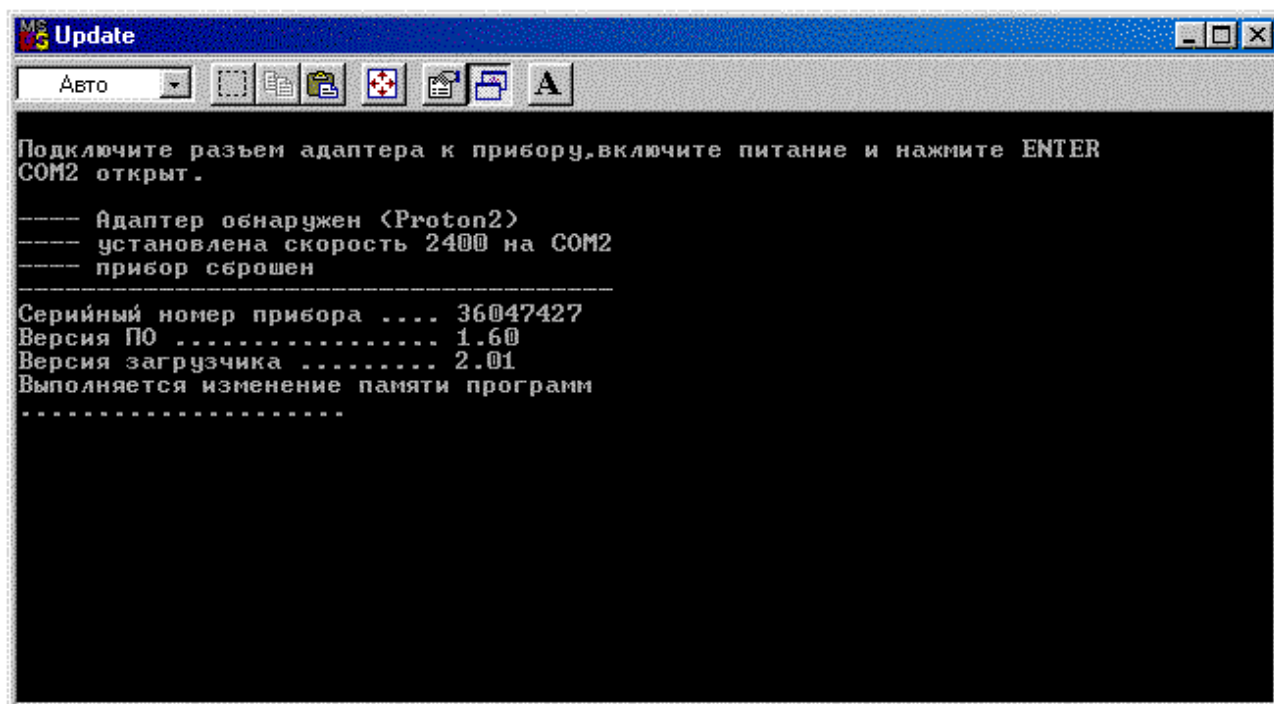

Рис. 4.38. Консольное окно приложения «Update.exe»
- откроется консольное окно приложения «Update.exe», в котором необходимо нажать клавишу «Enter» (рис. 4.38). После чего появится линейка прогресса, показывающая ход операции обновления программы;